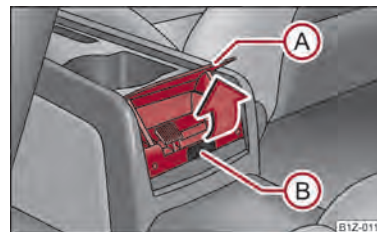

Fig. 71 Console centrale basse : Cendrier AR
- Saisissez le couvercle du cendrier par le bord inférieur (A) et ouvrez-le dans le sens de la flèche ⇒ fig. 71.